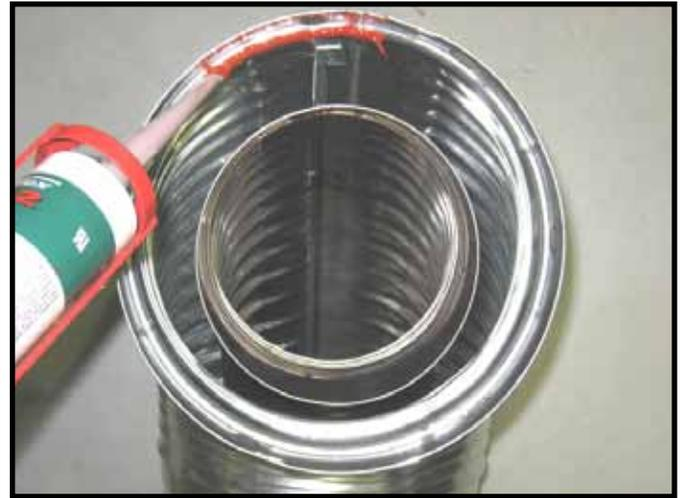

Figura 33. Silicona resistente a las altas temperaturas
- Aplique la silicona dentro de la junta del tubo hembra exterior antes de unir las secciones. Consulte la figura 33.